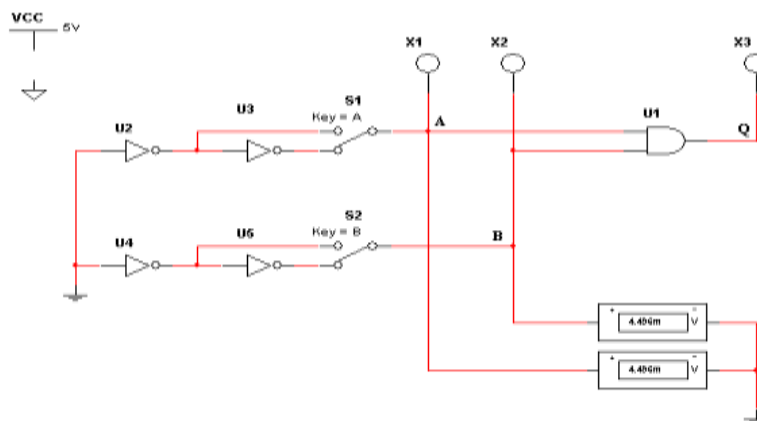

Рис. 1. Схема исследования функции «И»
1. В программе NI Multisim построить схему исследования функции «И» (рис. 1).